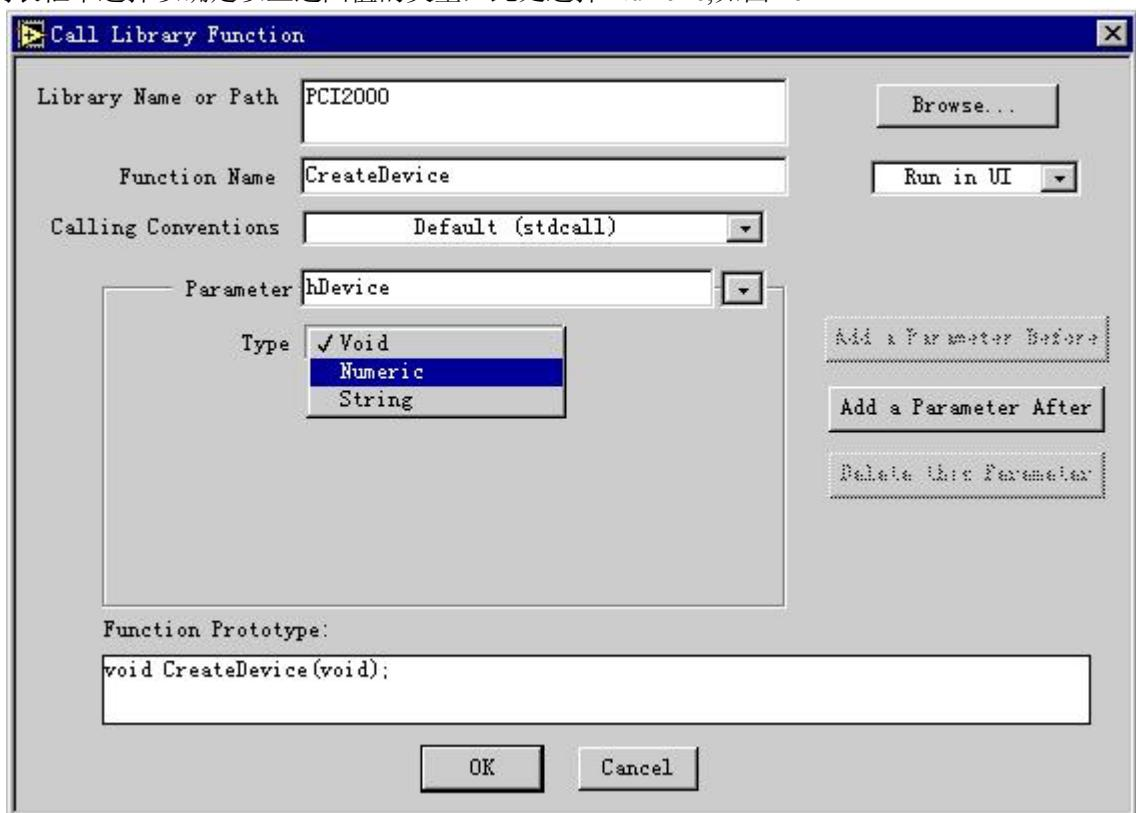

图 16 选择的参数确定基本类型
5. 在 Type 下拉列表框中选择以确定以上返回值的类型, 此处选择 Numeric, 如图 16